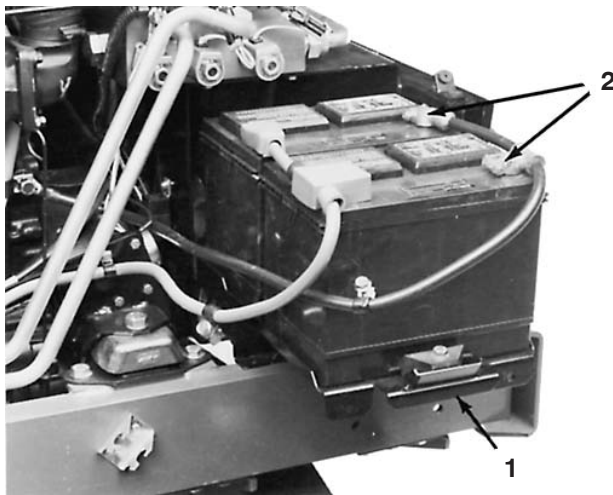

Figure 55
2. Retirez les vis de fixation du support de batteries et sortez le support (Fig. 55).
4. Débranchez les connecteurs des câbles négatifs (–) des batteries (Fig. 55). Connectez un chargeur de 3 à 4 A aux bornes des batteries. Chargez les batteries au régime de 3 à 4 ampères durant 4 à 8 heures.